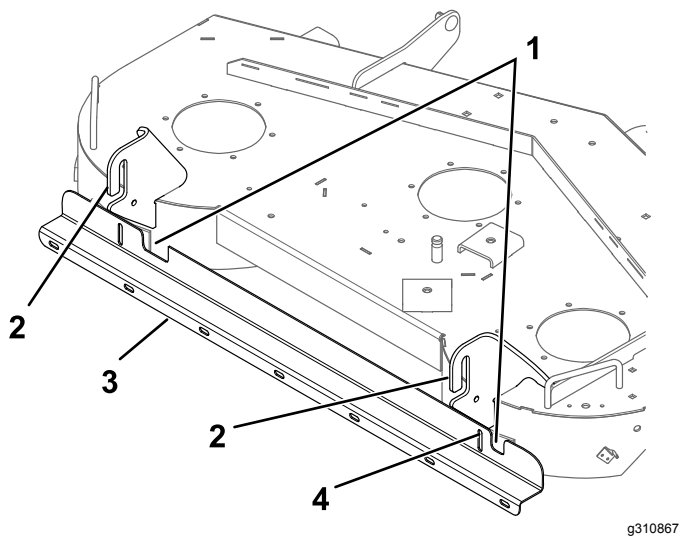

Figura 3
3. Usando el soporte como plantilla, marque y perfore un taladro en el patín derecho usando una broca de 9/32" (Figura 3).